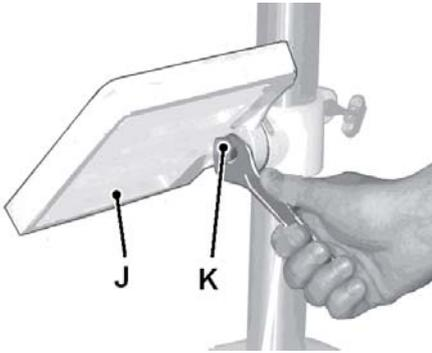

Рис. 3
- Послабте шестигранний гвинт (К, Рисунок 3), щоб повернути стіл.